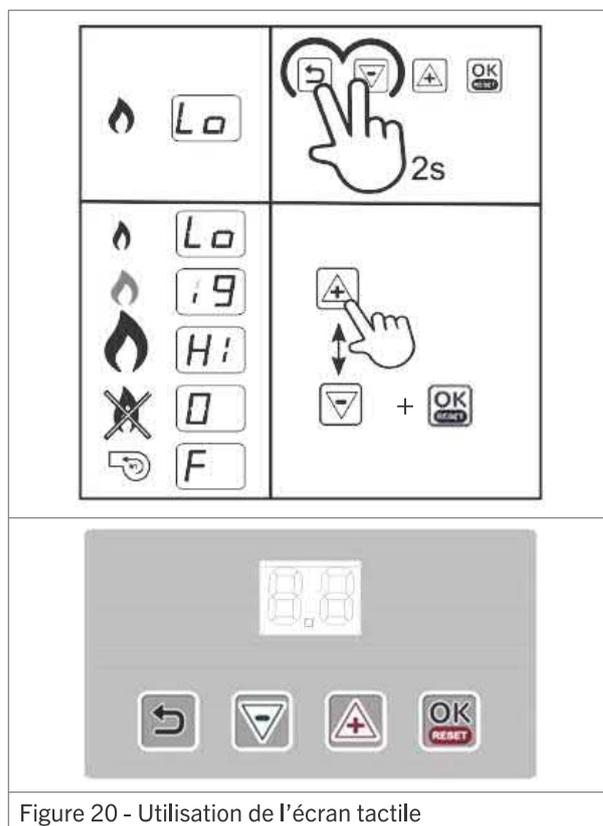

Figure 20 - Utilisation de l'écran tactile
1. Appuyer pendant quelques secondes sur les touches **Retour** et **(-)** (figure 20). L'écran affiche alternativement les indications Lo et St, ce qui indique que l'aérotherme démarrera à la puissance minimale.
2. Appuyer sur les touches **(+)** et **(-)** pour sélectionner alternativement les puissances maximale et minimale (figure 20).